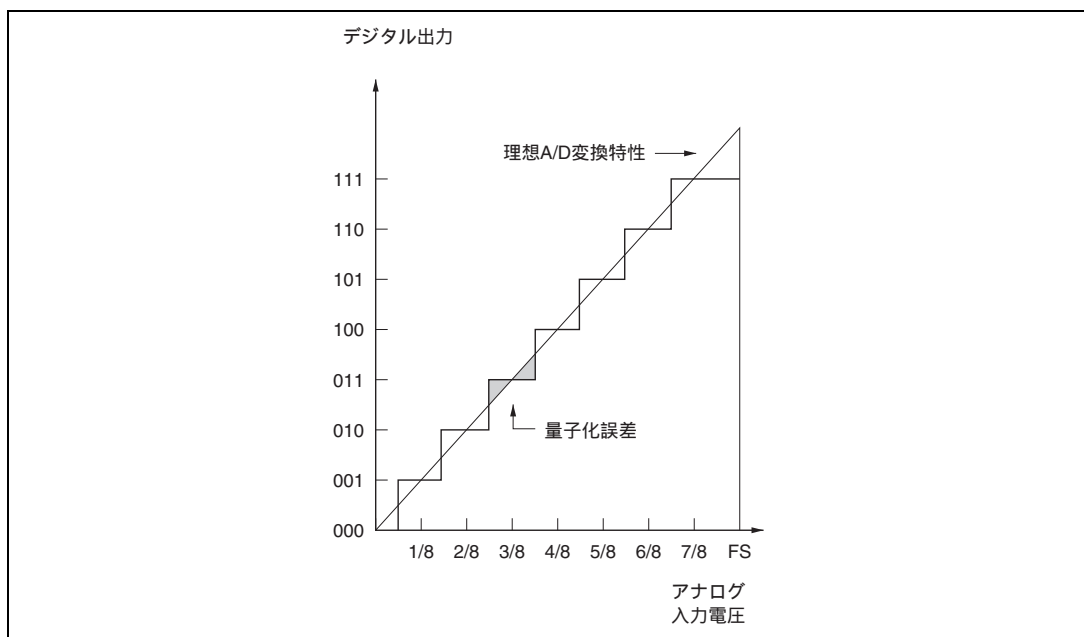

図 15.9 A/D変換精度の定義(1)
- 量子化誤差 : A/D変換器が本質的に有する偏差であり、 $1/2\text{LSB}$ で与えられる (図 15.9)